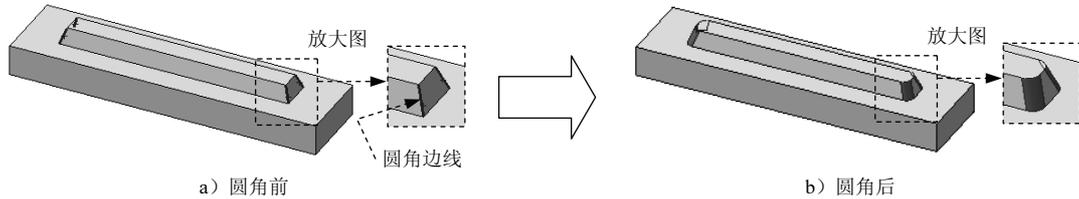

图 4.3.16 圆角特征 1
(3) 单击 按钮，完成拔模特征 1 的初步创建。
(4) 定义拔模参数。在模型树中右击 **拔模 1**，在系统弹出的快捷菜单中选择 **拔模** 命令，系统弹出“拔模”对话框，在对话框中进行如下设置：
- ① 定义拔模类型。在**拔模类型(T)**区域中选中 **中性面(N)** 单选项。
- ② 定义拔模沿面延伸。在**拔模面(F)**区域的**拔模沿面延伸(A):**下拉列表中选择**内部的面**选项。
- (5) 单击 按钮，完成拔模特征 1 的创作。
Step5. 创建图 4.3.16 所示的圆角特征 1。